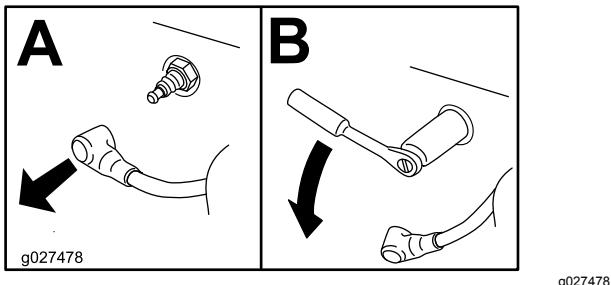

Figura 40
- Retire la bujía (Figura 40).